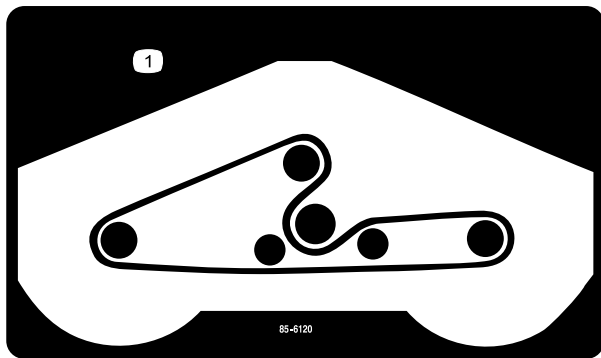

Figura 24
- 5. Pase la correa nueva alrededor de las poleas de los ejes y por el conjunto de la polea tensora, según se muestra en Figura 24.